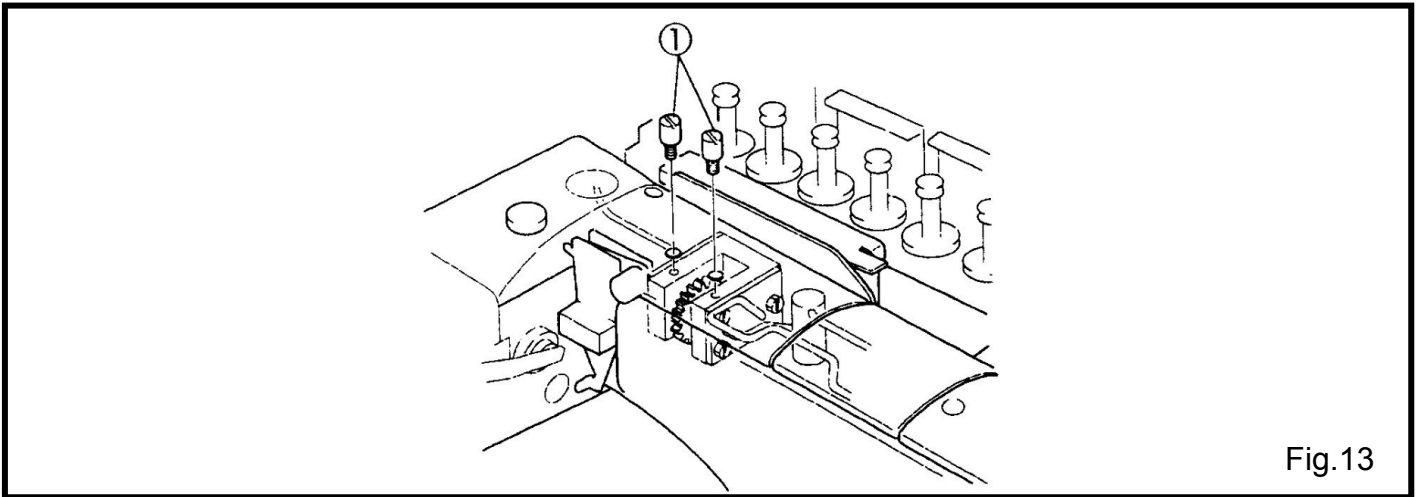

Fig.13
裝新機器或使用久未使用的機器，如果油沒有循環完整，需移除幫浦上的油塞螺絲①，注入油後裝回螺絲再使用機器。(Fig.13)
Remove the plug screws① of the pump driven gear to prime oil. Run a machine after resetting them①. (Fig.13)